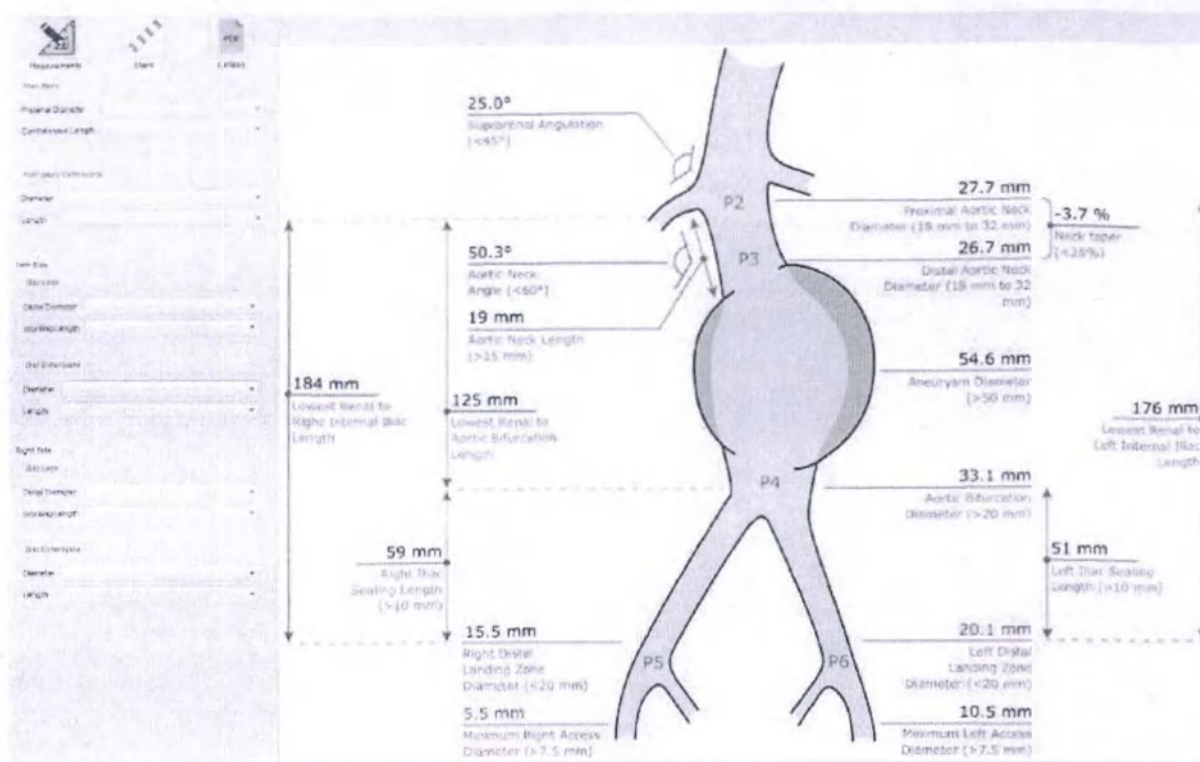

Рисунок 14: Выбор имплантируемого устройства
- После выбора имплантируемого устройства будет отображаться вторая панель (рисунок 14). Сверху этой панели нажмите на «Measurements» (Измерения) для отображения списка размеров. Вы также можете отображать текущий стент и каталог.
Значения, отображаемые красным, показывают, что они вне диапазона, определенного в рамках соответствующего пункта измерений. (Рисунок 14)